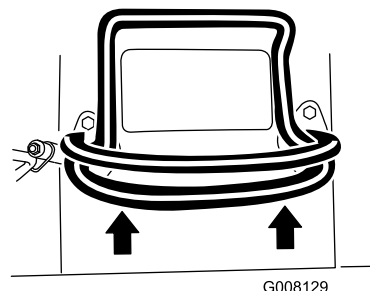
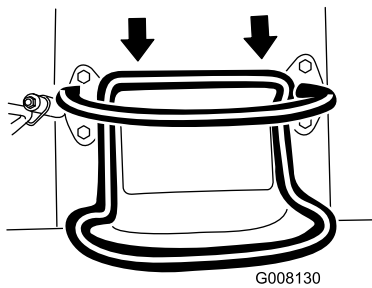

Bild 6
Bild 7
- Bewegen Sie den Fahrtriebshebel nach vorne, um vorwärts zu fahren (Bild 6).
- Bewegen Sie den Fahrtriebshebel nach hinten, um rückwärts zu fahren (Bild 7). **Schauen Sie beim Rückwärtsfahren nach hinten und achten Sie auf Hindernisse, fassen Sie den Anschlagbügel mit den Händen an (Bild 6).**